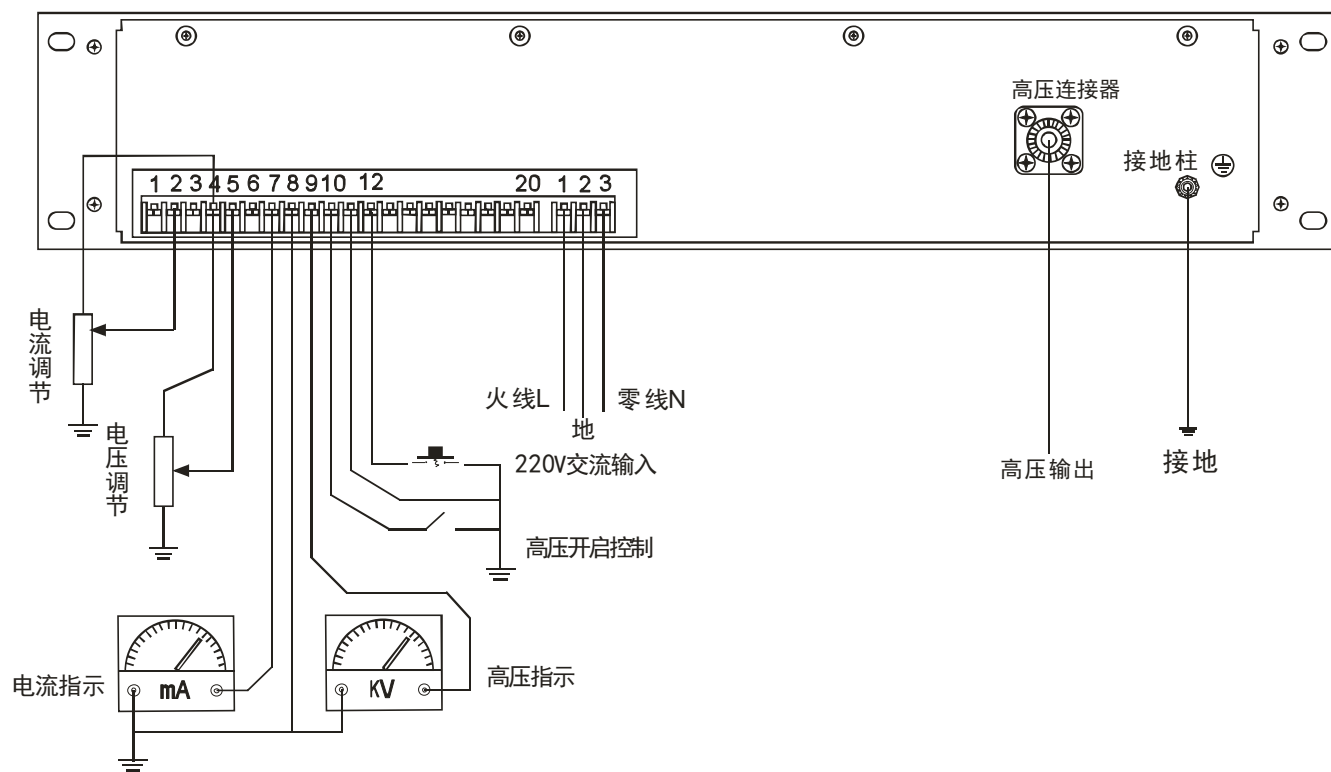

图 3.1 外部接线图
- B) 良好的接地技术：高压电源的外壳必须良好接地，可直接用铜导线将电源的接地柱和地线相连，典型的接线见图 3.1。
**远程检测：** 电源后面板上的连接器 J1-9 和 J1-7 的相应输出端可分别作为电压和电流的测试点，不管输出的极性是正或负，此输出信号总为 0 到 10V 的正信号，0 到 10V 代表 0 到 100% 的额定输出。此输出信号的输出电阻小于 10 欧姆。接线图见图 3.1。
**高压的开启和关闭：** 后面板上的 J1-10 可作为外部高压开启信号的输入端，当其接地时电源的高压才能工作。当电源的高压正常工作时，打开（悬空）可使电源进入高压关闭状态。接线图可参考图 3.1。